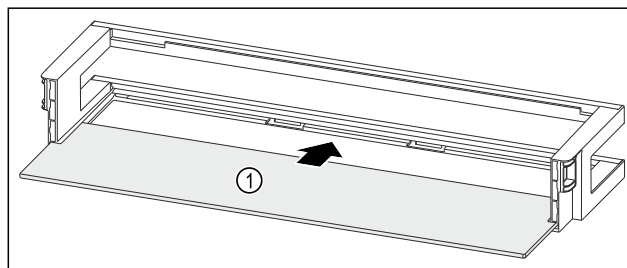

Fig. 164 Riiuliga ukseriulid
- Lükake riiul Fig. 164 (1) külgmistesse väljalõigetesse.